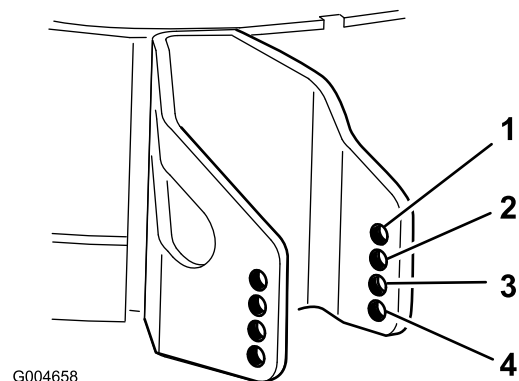

Figura 9
4. Seleccione el taladro que hará que el rodillo protector del césped esté lo más próximo posible a la altura de corte deseada (Figura 9).